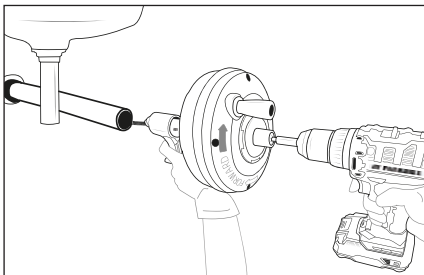

Fig. 3
- 8) Compruebe que pueda sostenerse el aparato a una distancia máxima de 10 cm con respecto al orificio de desagüe. Si la distancia es mayor, se aumenta el riesgo de que la espiral 8 se retorza o se doble. En caso de que la distancia sea mayor, el orificio de desagüe debe prolongarse con tuberías y conexiones del mismo tamaño para que el aparato pueda colocarse a una distancia máxima de 10 cm con respecto al orificio de desagüe (consulte la fig. 3). Si la espiral 8 no está lo suficientemente sujeta, puede doblarse, retorcerse y dañarse o causar lesiones al usuario.
- 7) Gire el tambor **2** en sentido horario (puede verse en la flecha de la parte posterior del tambor **2**, consulte la fig. 3) y presione el gatillo **6**. Al presionar el gatillo **6**, se introduce la espiral **8** en el desagüe. También puede hacer avanzar y retroceder la espiral **8** rápidamente si la extrae del tambor **2** o la introduce en él de forma manual.